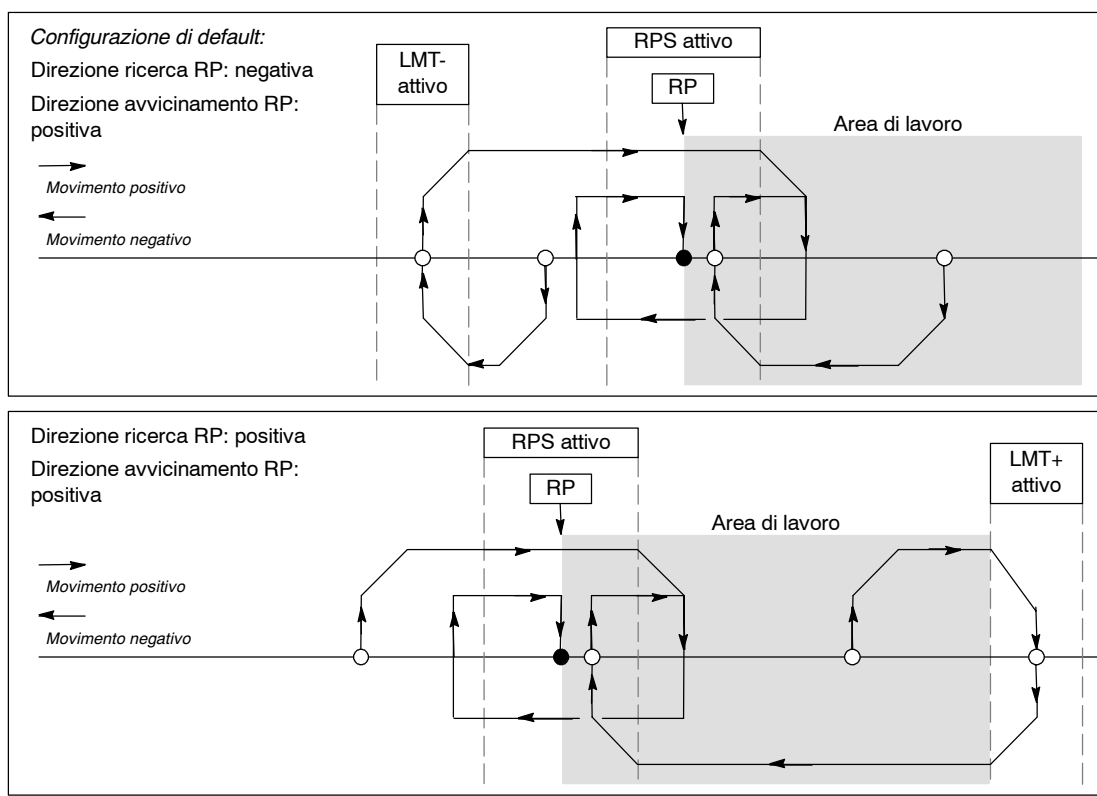

Figura 9-22 Ricerca dell'RP: modo 2
- ☐ La figura 9-22 rappresenta due opzioni del modo 2 di ricerca dell'RP. Questo modo individua l'RP al centro dell'area attiva dell'ingresso RPS.